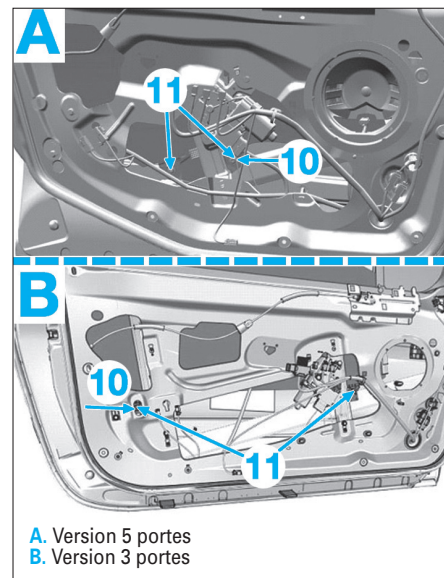

Fig. 111
- À l'aide de la platine de contact, remonter la vitre par à-coups jusqu'à la position indiquée (10) (Fig.111).
- Déposer les vis (11).